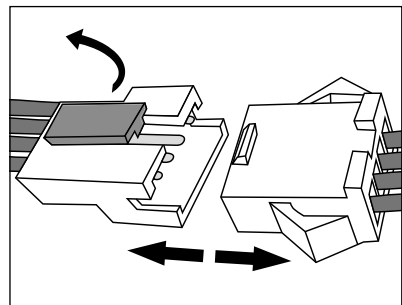

Afb. 16
- 1) Draai de beide schroeven van de klep van het accuvak **29** (zie afb. 16) aan de onderkant van het apparaat los met een kruiskopschroevendraaier en haal ze uit het apparaat. Haal de klep van het accuvak **29** van het apparaat af.